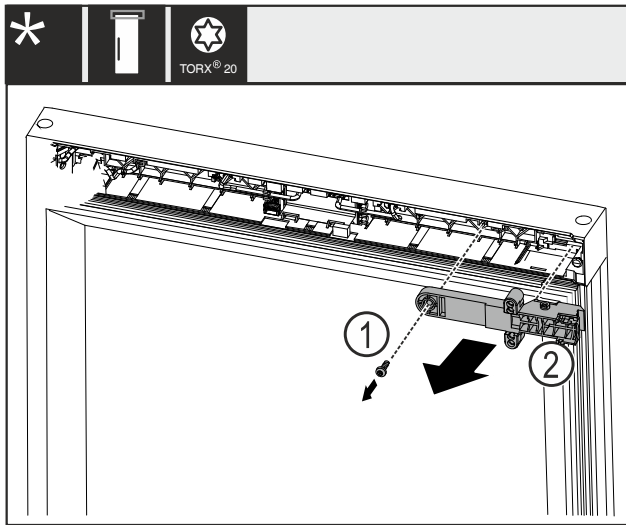

Fig. 20
- Retirer la vis Fig. 20 (1).
- Retirer la pièce de maintien du verrou Fig. 20 (2).